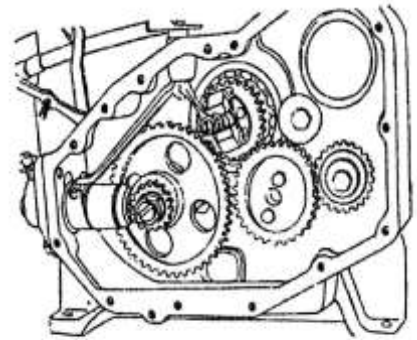

рис. 6
2. При установке коленчатого вала, маховикового уравнивающего механизма и распределительного вала на блок цилиндра, абсолютно необходимо, чтобы метки на всех шестернях были совмещены друг с другом, как показано на (рис. 6).